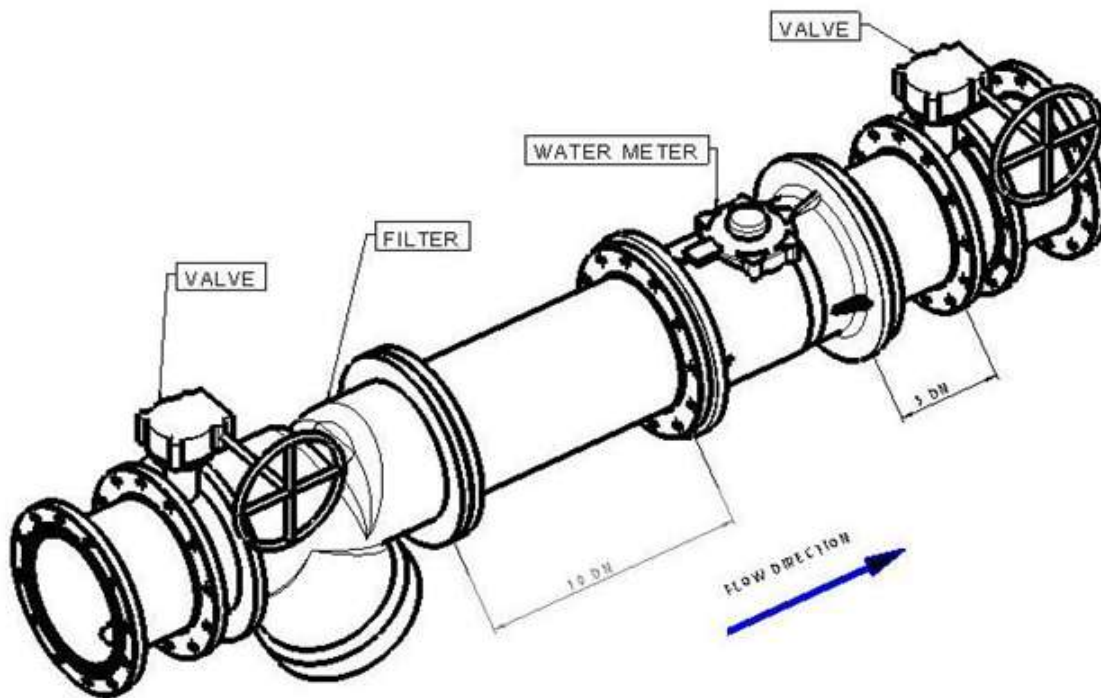

Рис. 1
13. Смотрите иллюстрацию (Рис. 1) – рекомендации по установке измерительного прибора Woltman Turbo.